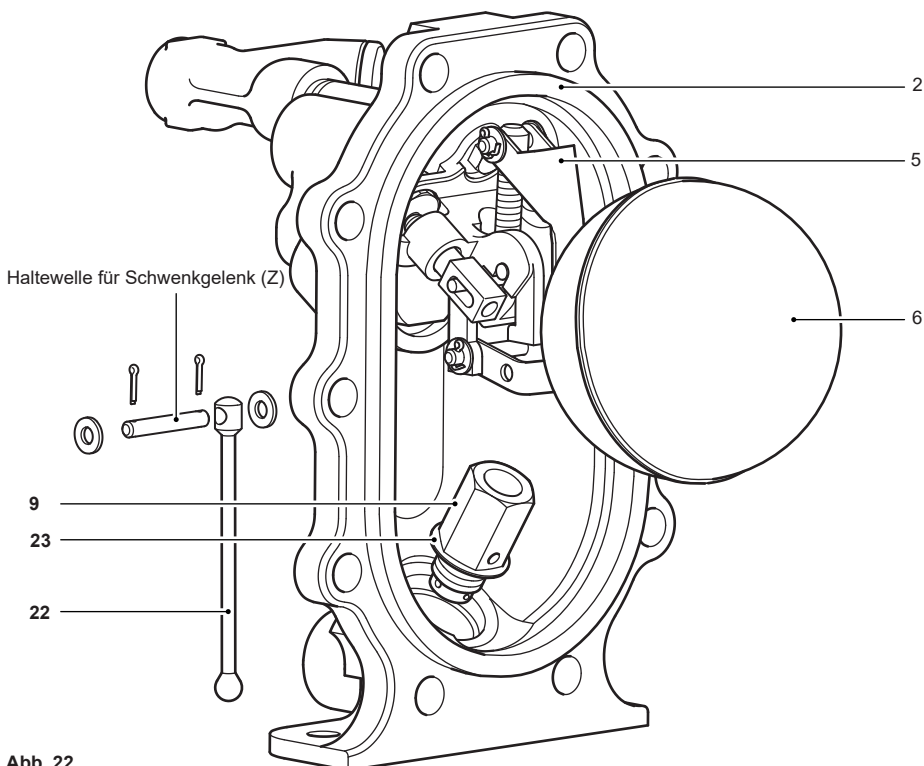

Abb. 22
4. Entfernen Sie den Splint, die Unterlegscheibe und die Welle vom Drehpunkt des Siphon (Z) (siehe Abb. 22).
13. Montieren Sie den Ventilschaft und die Schwenkachse (Z) (Länge 40 mm) des Absperrventils wieder am Absperrhebel (Pos. 5) und achten Sie dabei darauf, neue Splinte und Unterlegscheiben zu verwenden.